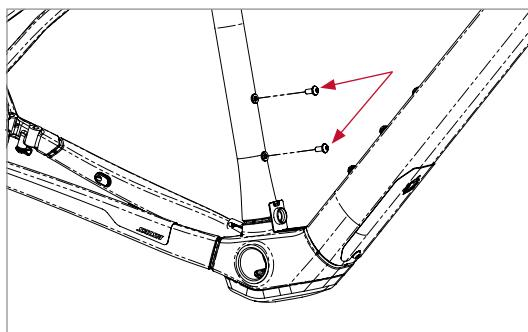

Figure 7
2. À l'aide d'une clé hexagonale de 4 mm, retirez les vis du porte- bidon du cadre (figure 7).